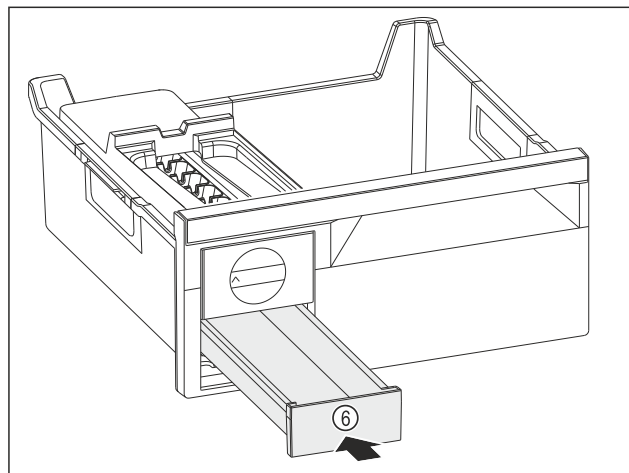

Fig. 92
- ▶ Вкарайте чекмеджето за ледени кубчета Fig. 92 (6).